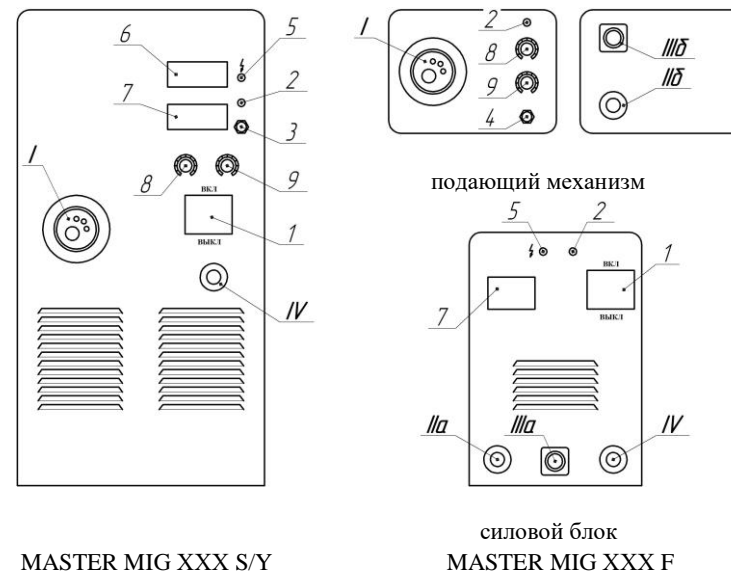

Рис.1. Органы управления и индикации аппаратов.
- Подключить сварочную горелку к евроадаптеру I (Рис. 1) сварочного аппарата.
- Подключить силовой разъем кабеля массы к разъему IV (Рис. 1) аппарата.
- подключить соединительные кабели между силовым блоком и подающим механизмом (Рис. 1):